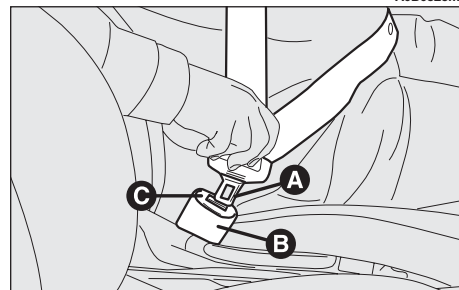

fig. 41
Pour attacher les ceintures, saisir l'agrafe (A-fig. 41) et l'engager dans le logement de la boucle (B), jusqu'à perception du déclic de blocage.